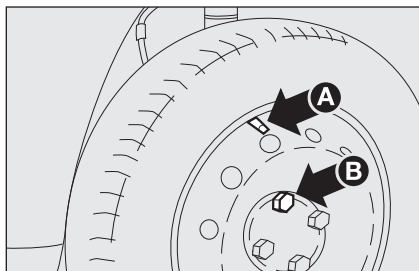

fig. 10
- ☐ monteer het wiel en draai de eerste wielbout **B-fig. 10** twee slagen in het gat dat zich het dichtst bij het ventiel **A** bevindt;